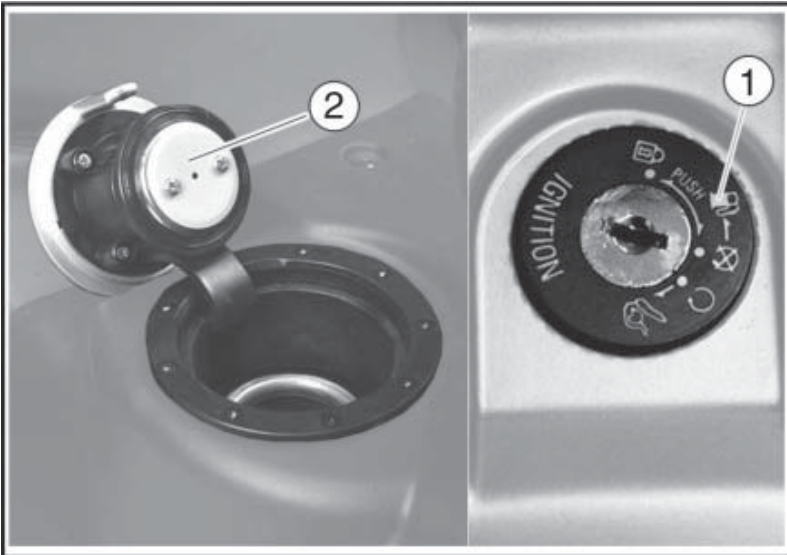

Abb. 01
- Der Tankdeckel «**2 - Abb. 01**» öffnet sich automatisch.